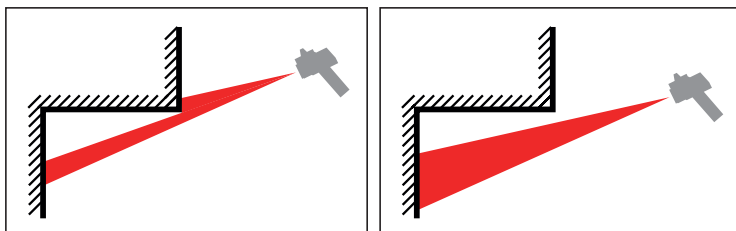
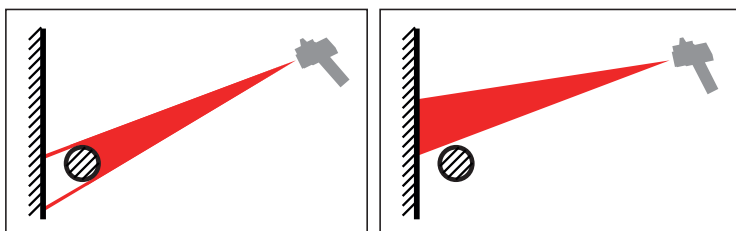

Fig. 13 : Source d'erreur lors de la mesure (1)
Fig. 14 : Source d'erreur lors de la mesure (2)
- Il y a des obstacles le long du tronçon de mesure (fig. 13 et fig. 14).